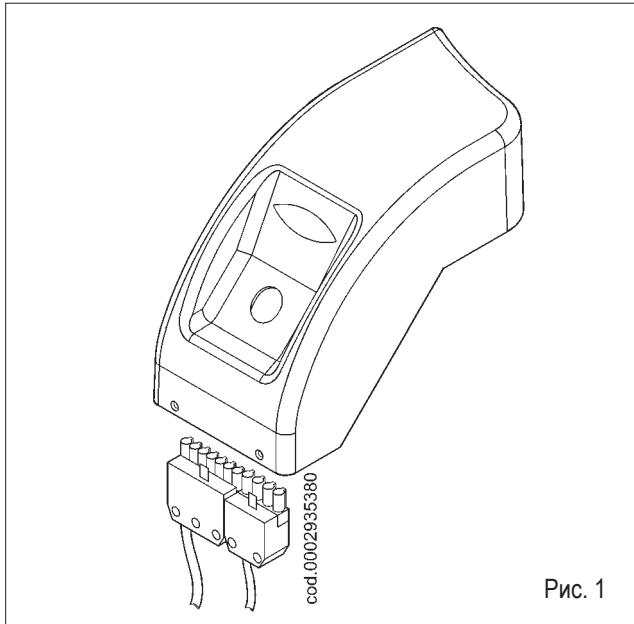

Рис. 1
- Выполните инструкции, данные в параграфе "Техобслуживание", выньте узел смешения и снимите винт (1), соединяющий шток
продвижения (2) узла с газоподающей трубой (3). Снимите винт (5), соединяющий газовый смеситель (6) с трубой (рис. 1).
- Поверните на 180° коленчатый фитинг (4) и смеситель (6) так, чтобы вход газа был обращен вверх (рис. 1). Снова закрепите смеситель и шток продвижения узла к газоподающей трубе.
- Теперь снимите 4 гайки (7), показанные на рисунке 2, освободите огневую трубу (8) от соответствующих шпилек и установите ее обращенной вверх резьбовым соединением для крепления газовой рампы.